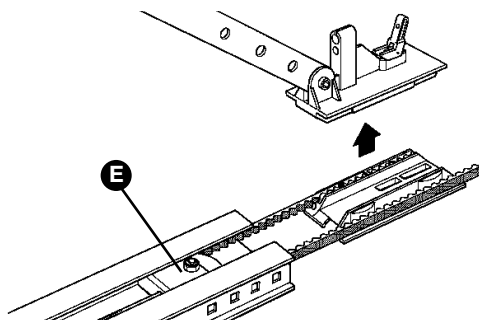

Abbildung 19
**3** Den Riemenspanner **[E]** bis zur Hälfte der Führung gleiten lassen siehe Abbildung 19 und den Wagen ganz herausziehen.